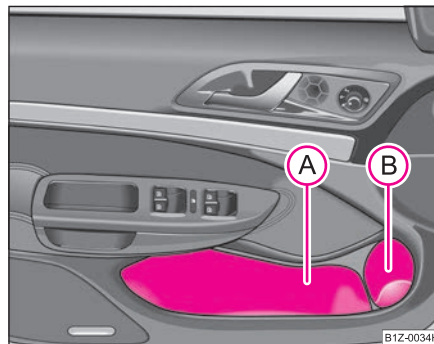

Fig. 104 Comparti-
Pentru a nu limita spațiul de desfășurare a airbag-ului lateral, utilizați zona (A) ⇒ fig. 104 a compartimentului de depozitare numai pentru depozitarea obiectelor care nu ies în afară. ■